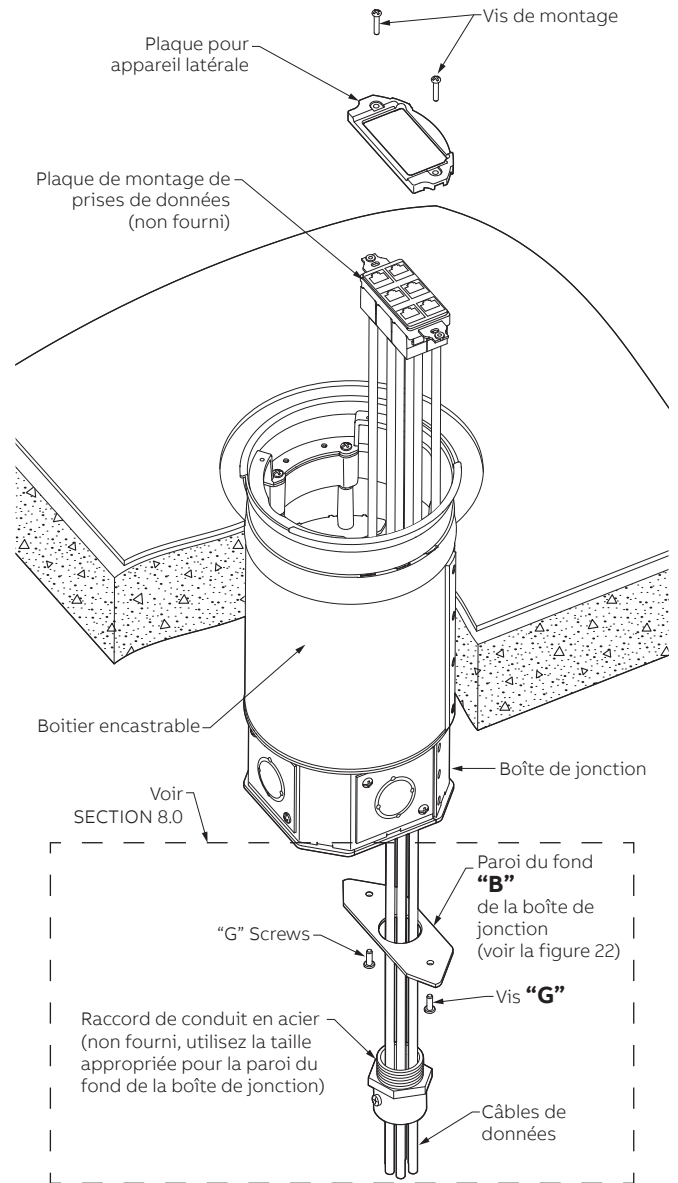

Figure 18
- 7.3 Faire passer les câbles de données dans le raccord de conduit en acier et le trou dans la paroi du fond de la boîte de jonction pour arriver dans la boîte de jonction. Dirigez les câbles de données vers les groupes sélectionnés pour les brancher à la plaque de montage pour prise de données. Les prises de données peuvent être raccordées avant leur passage dans la boîte encastrable. La paroi du fond de la boîte de jonction peut être démontée de la boîte de jonction pendant que l'on y fait passer les câbles. (Voir figure 18). **REMARQUE :** Si 2 ou 3 groupes ont été désignés pour les DONNÉES, on peut utiliser la paroi E et D pour le fond de la boîte de jonction (voir la figure 22).
- 7.5 Fixez les plaques de montage de prises de données à la boîte encastrable. Utilisez les vis fournies avec la plaque de montage de prise de données. Les vis doivent traverser les trous dans la plaque, ceux dans la plaque de montage de prise de données et vissez dans la surface de montage en retrait. (Voir figures 18 et 19).